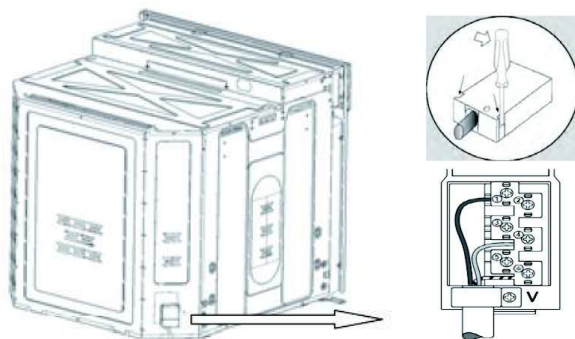

Рис.2
1. Откройте клеммную коробку при помощи отвертки, поместив ее под боковыми шпонками на крышке, потяните и откройте крышку (**см. Рис. 2**).